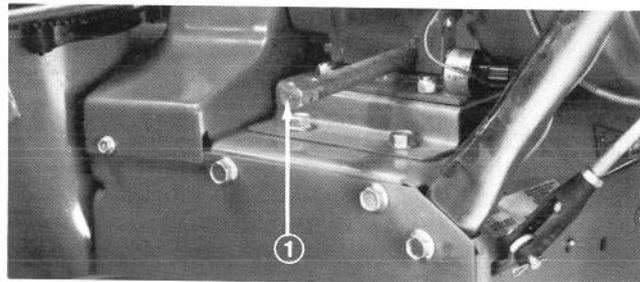

Abb. 31
3. Die Umgebung des Ölablassstopfens reinigen und die Ablasswanne unter den Ablassstutzen stellen. Dann den Ablasstopfen herausschrauben (Abb. 31).